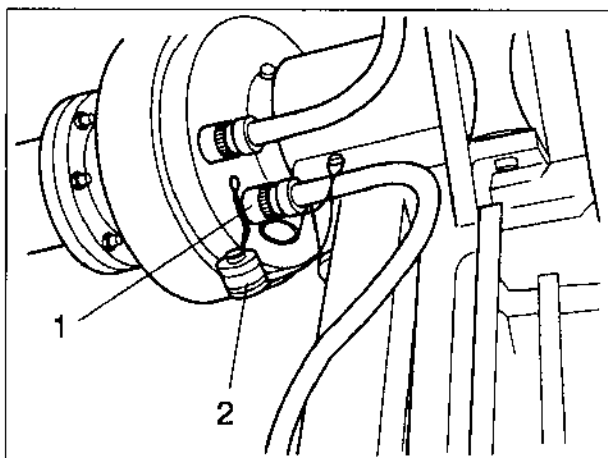

Bild 40
14. Steuerkabel, 23 m, aus dem Karabinerhaken aushängen und an die Steckdose (Bild 40/1) des unteren Antennenschwenkgetriebes anschließen. Schutzkappen (Bild 40/2) zusammenschrauben.